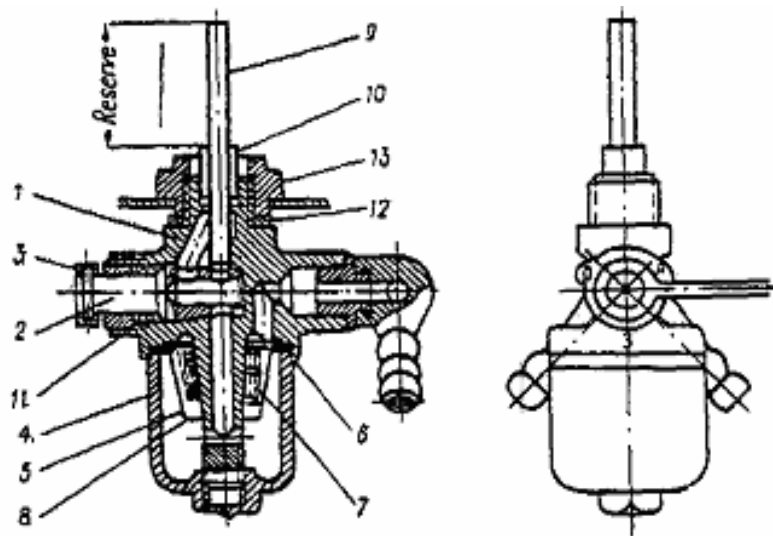

Bild 4
2. Den Benzinhahn öffnen, den Hebel nach rechts auf den Buchstaben 0 — offen — drehen (Bild 4). Die Buchstaben auf der Abbildung bedeuten: S — Hahn geschlossen, 0 — Hahn offen, R — Hahn auf Reserveverbrauch.